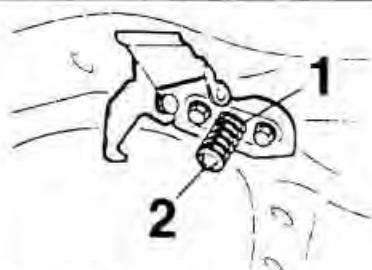

Рис. 15-1. Регулировка положения капота по высоте:
- Для регулировки капота по высоте ослабить затяжку контргайки 1 штыря фиксатора (рис. 15-1) и отрегулировать высоту штыря замка 2.